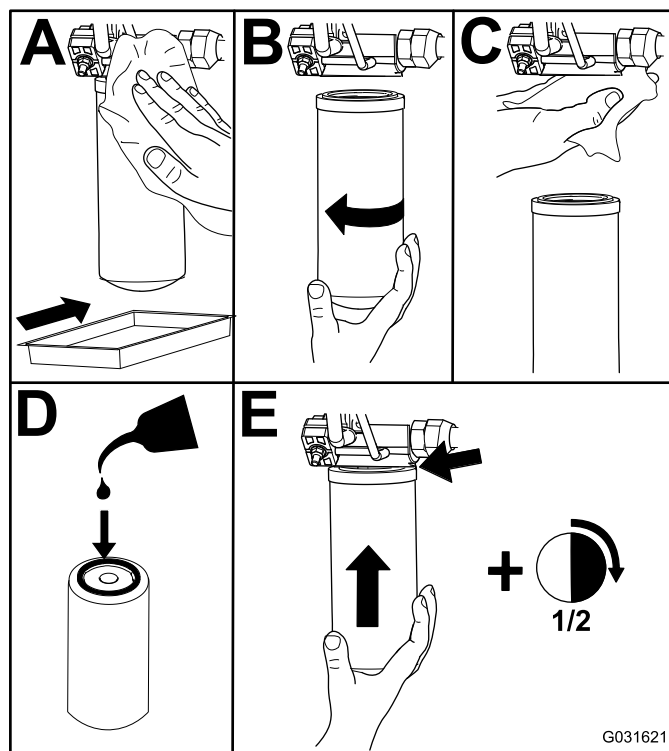

Figura 77
2. Substitua os filtros hidráulicos (Figura 77).